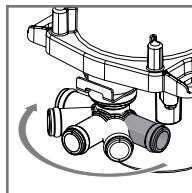

Figura 5. Gire a abertura de sucção.
10. Se necessário, gire a abertura de sucção do aquecedor para prender a mangueira de alimentação (consulte Figura 5).